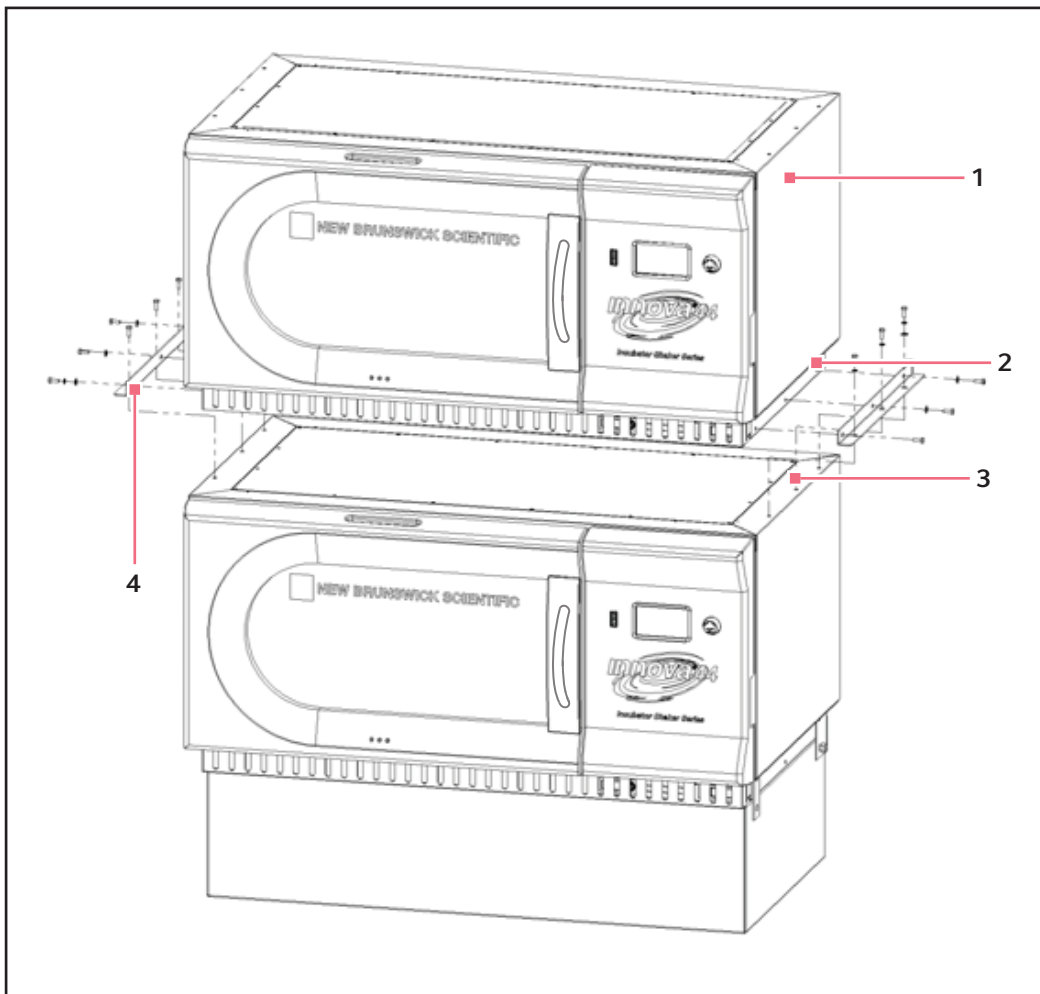

Fig. 6-5: Instalando o Innova 44/44R Stacking Kit
- De acordo com a imagem em baixo (aqui Fig. 6-5 na pág. 27), retire os parafusos de cima da unidade de fundo, nos dois cantos e retire os parafusos (dos lados da unidade a empilhar) que correspondem aos suportes.
4. Usando os parafusos e vedações, monte os suportes do conjunto de empilhamento em cima da unidade de fundo. Fixar os suportes como indicado (aqui Fig. 6-5 na pág. 27).